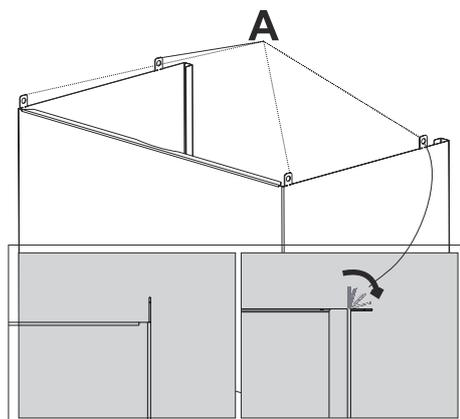

Fig. 20
- 6.** ▶ Estrarre la canna fumaria interna attraverso la canna fumaria esterna. La canna fumaria interna ha 4 parti di montaggio su di essa. Piegare queste parti interne verso l'esterno di 90° (Fig. 20).